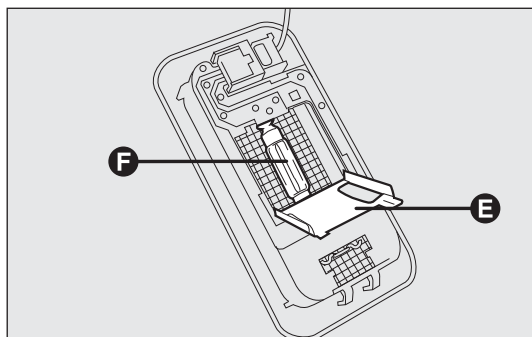

fig. 178
- ☐ abra la tapa de protección E-fig. 178;